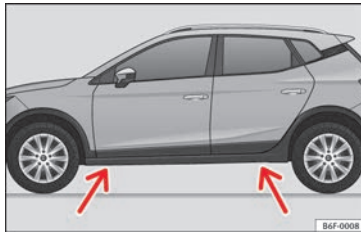

Abb. 83 Aufnahmepunkte für den Wagenheber.
• Suchen Sie am Längsträger die Markierung des Aufnahmepunktes für den Wagenheber (Eindrückung), die dem zu wechselnden Rad am nächsten liegt »» **Abb. 83**.